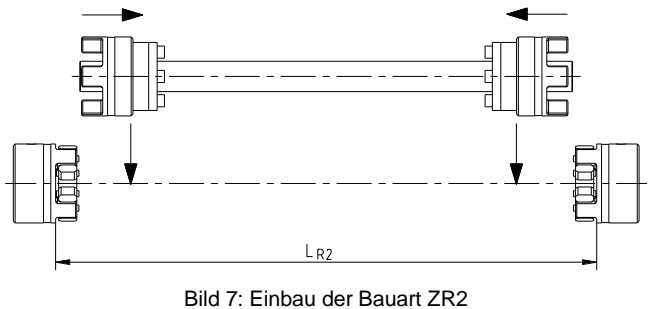

Bild 7: Einbau der Bauart ZR2
- Stecken Sie die Zwischenwelle zwischen der An- und Abtriebsseite und somit zwischen den Naben mit den Zahnkränzen ein (siehe Bild 7).